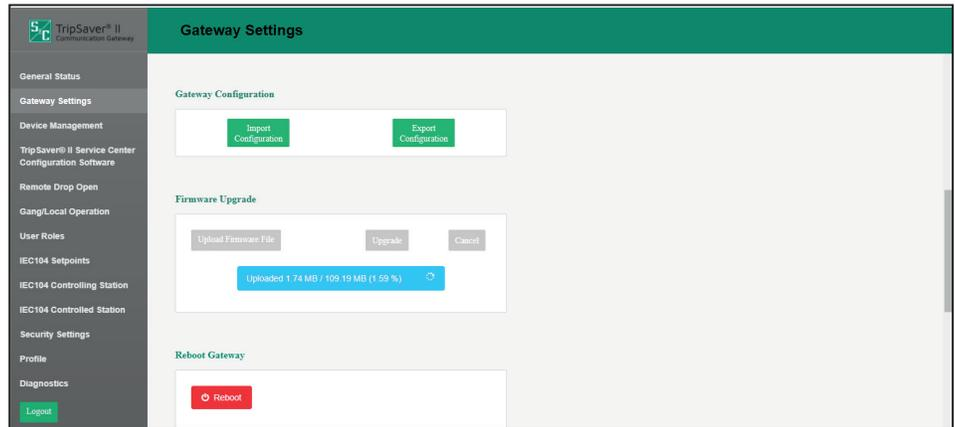

Figura 30. La barra de progreso de la Carga del Firmware.
PASO 4. El archivo se carga en el gateway de comunicaciones. Después de completar la descarga, el gateway confirmará que la carga fue exitosa. Vea la Figura 30 y 31.